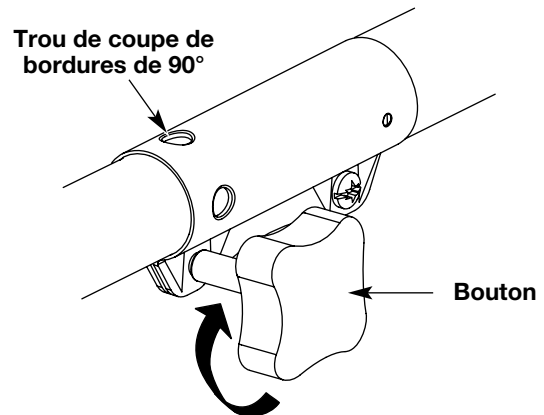

Fig. 16
3. Serrez le bouton en le tournant à droite (Fig. 16).
Pour couper les bordures à l'aide de la tête d'accessoire de coupe sur les modèle EZ-Link^{MC}, verrouillez le bouton de déclenchement de l'accessoire de coupe dans le trou de 90° (Fig. 16).